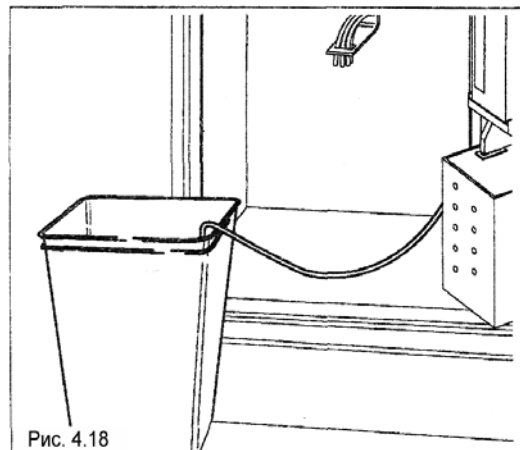

Рис. 4.18
- Поместите сливной шланг резервуара в сливное ведро (рис. 4.18).